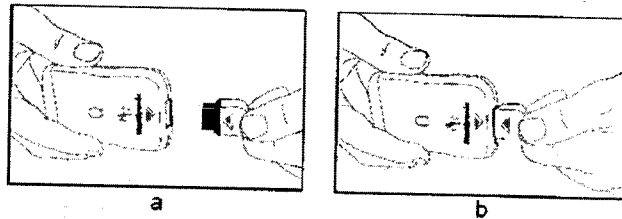

Figura 2.3 Introduzca el conector en la clavija de salida.
2. Con los triángulos del conector del cable y el neuroestimulador externo orientándose el uno hacia el otro (Figura 2.3), inserte totalmente el conector con suavidad en la clavija de salida.